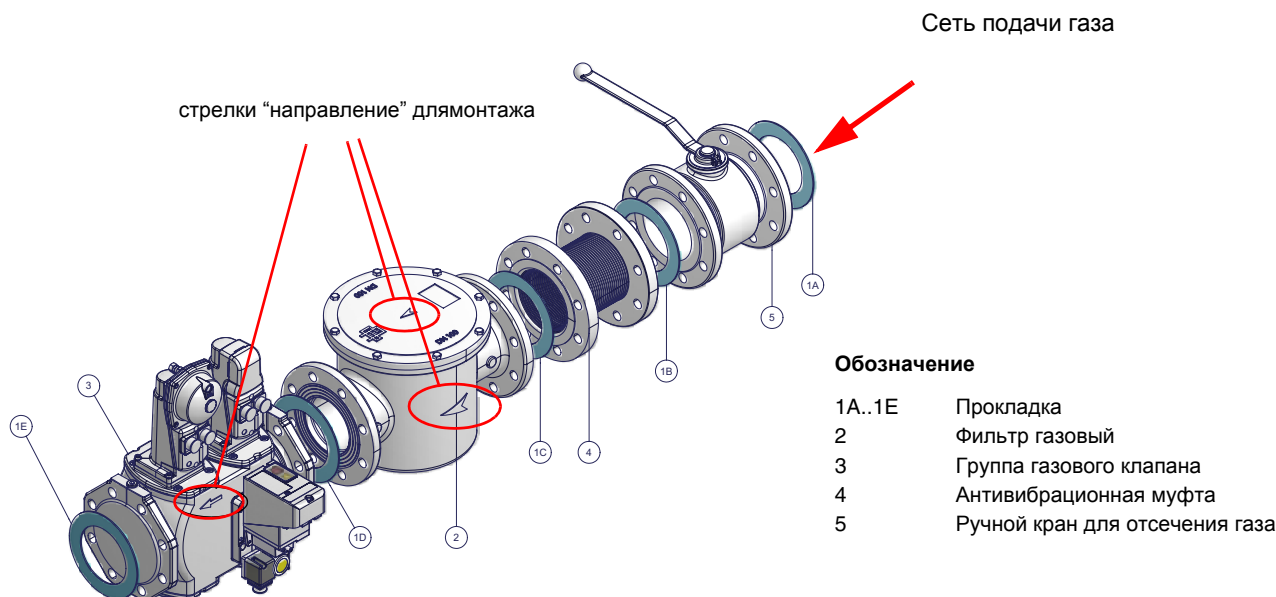

Рис. 4 - Пример газовой рампы
- 1 - б) при фланцевых соединениях: между соседними компонентами устанавливать прокладку (1A..1E - Рис. 4), совместимую с используемым газом,
ВНИМАНИЕ: после монтажа газовой рампы согласно схеме на Рис. 4, необходимо провести тестирование на герметичность газового контура, согласно требований действующих нормативов.
ВНИМАНИЕ: после монтажа газовой рамы согласно схеме на Рис. 4, необходимо провести тестирование на герметичность газового контура, согласно требований действующих нормативов.